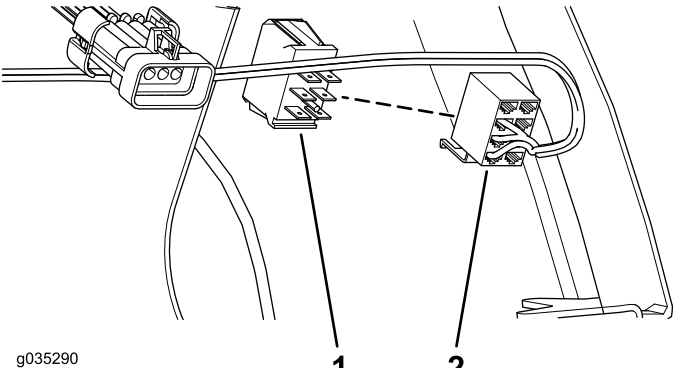

Figura 9
3. Conecte el conector hembra unido al arnés de cables a las palas del interruptor basculante (Figura 9).